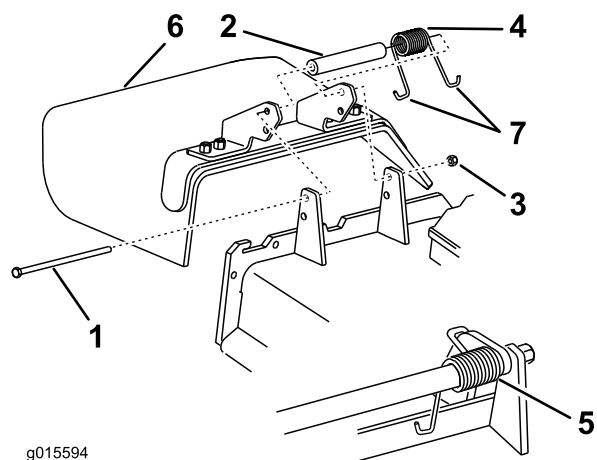

図 90
1. デフレクタをピボットブラケットに固定しているロックナット、ボルト、スプリング、スペーサを外す(図 90)。
注 必ず J 形端部のひとつをデッキ後部のエッジに引っ掛け、それから 図 90 のようにボルトを取り付けてください。
6. J 形端部のひとつをデフレクタに引っ掛ける 図 90。